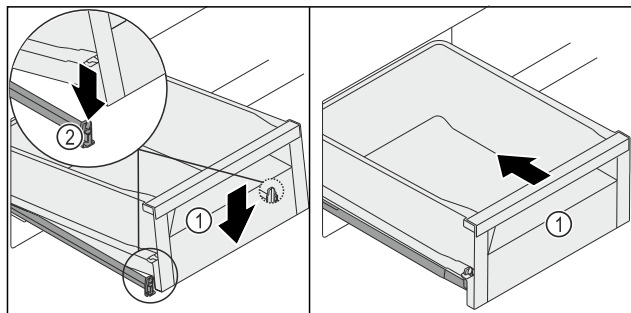

Fig. 125
- Abaisser l'avant du tiroir Fig. 125 (1) de manière à insérer le tiroir dans les languettes Fig. 125 (2) à gauche et à droite.
- Vous entendrez le tiroir Fig. 125 (1) s'enclencher.
- Pousser le tiroir Fig. 125 (1).